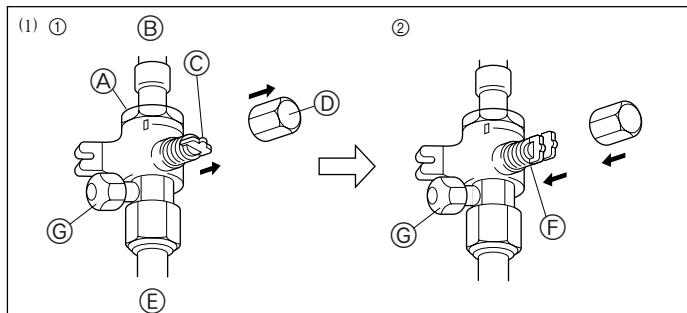
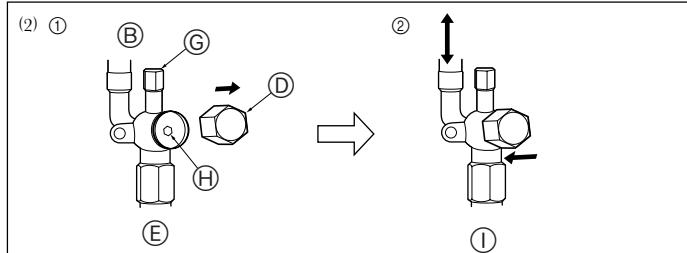

Fig. 4-6
Fig. 4-7
(1) 气体侧 (Fig. 4-6)
① 取下盖帽，向您的方向拉把手并逆时针旋转1/4圈，以打开截止阀。
② 确保截止阀完全打开，推入把手然后将盖帽旋回原位。
(2) 液体侧 (Fig. 4-7)
① 取下盖帽，并使用4 mm六角扳手逆时针转动阀条。当阀条碰到闭锁装置时停止转动。